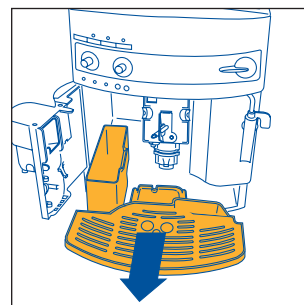

Fig. 16
NOTA 7 : la machine compte le nombre de cafés qu'elle fait. Tous les 14 cafés simples (ou 7 doubles), le voyant 🔌 s'allume fixe (chap. 12 point 3) pour avvertir que le tiroir est plein de pastilles usées et qu'il faut le vider et le nettoyer. Tant que le tiroir n'est pas nettoyé, le voyant reste allumé et la machine ne peut pas faire de café. Pour effectuer le nettoyage, ouvrez le volet de service sur le devant en tirant la poignée (fig. 15) ; le voyant 🔌 commencera à clignoter (voir § 12 point 9) ; sortez l'égouttoir (fig. 16) videz-le et nettoyez-le. Videz et nettoyez soigneusement le tiroir à marc en éliminant tous les résidus déposés sur le fond. Essuyez également les éventuelles gouttes de condensation déposées à l'intérieur de la machine sous l'égouttoir.
- retirez l'égouttoir et le tiroir à marc (fig. 16) et lavez-les ;